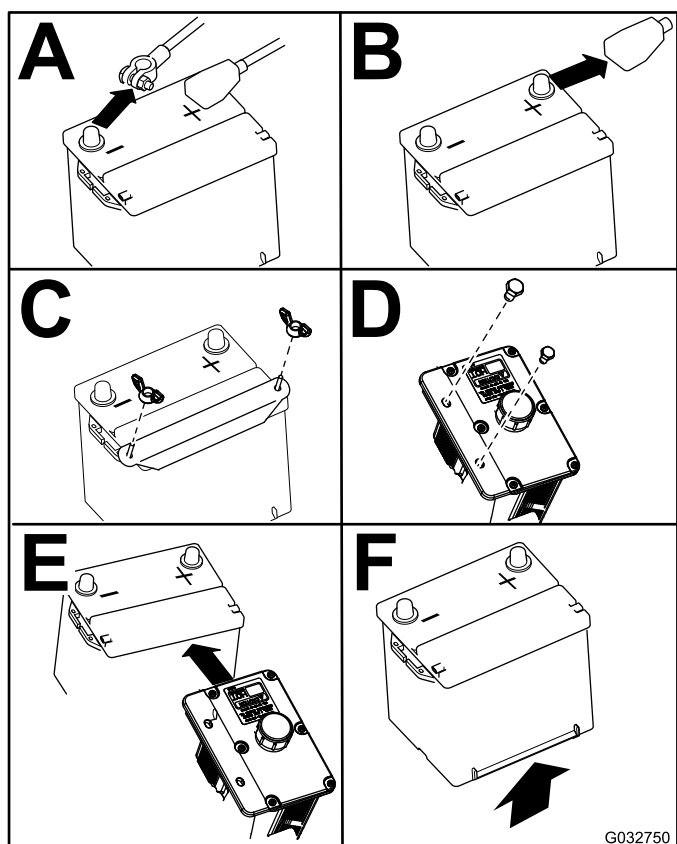

Figure 60
4. Retirez la batterie, comme montré à la Figure 60.